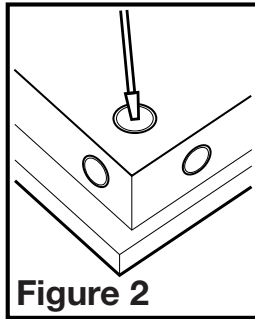

Figure 2
- Sélectionner l'alvéole défonçable la mieux appropriée et l'enlever à l'aide d'un tournevis à lame plate (Figure 2).